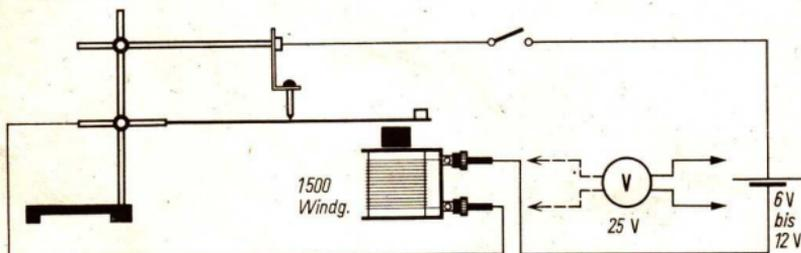

Bild 15 Schaltskizze
Entsprechend der Schaltskizze (Bild 15)
1. Bauen Sie die Schaltung nach Bild 15 auf!